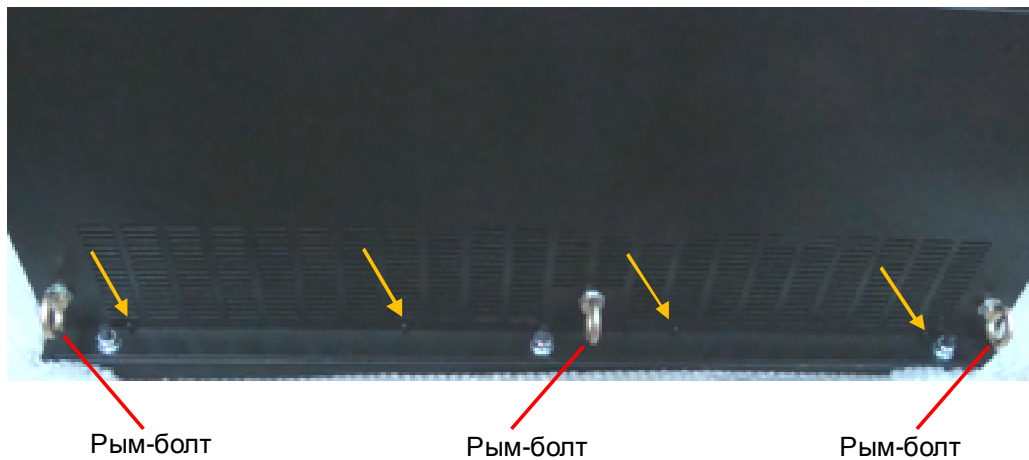

Рис. 6.15.
6.10.1. Выкрутить 28 винтов крепления кожуха по периметру и три рым-болта (рис. 6.15), снять кожух (рис. 6.16а, б). Положить винты и рым-болты в тару.